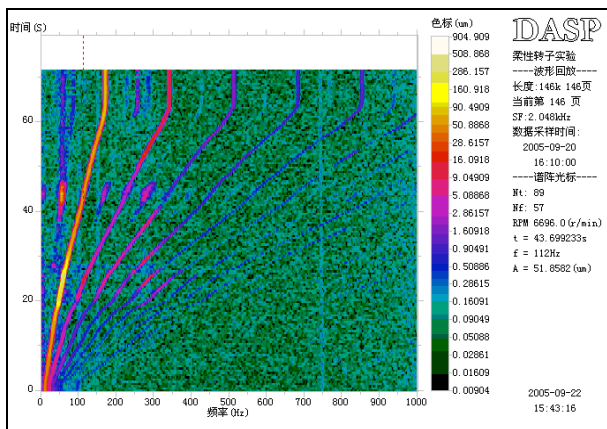

图 1.8 三维彩色谱阵分析
- 5 谱阵分析：可进行转子的时间三维谱阵分析，在转子的升速或降速过程中，显示各时刻的频谱，并形成三维时间谱阵，使用彩图方式，横坐标为频率，纵坐标为时间，彩图的色彩反映频谱的大小。该图可以清晰反映转子在升降速过程中的频谱变化特性，以及转子振动基频、半频、倍频等频率成分的全面信息，如图 1.8，其中显示的是转子升速过程的三维彩色谱阵图，其中随着时间推移，转速不断增大，其中最亮的红线为频谱的基频成分，其右侧依次为 2 倍频、3 倍频、4 倍频...的频谱成分，在大约 30 秒的时间上，基频成分最为强烈，表明此时经过第一界临界转速，读取此时的转速为 3560r/min，即为一阶临界转速；而在大约 40~50 秒的时间上还出现了明显的半频成分，表明此时出现了油膜涡动和油膜振荡，使用素缎户光标读取此时的转速大约在 6000~7000r/min 的范围；